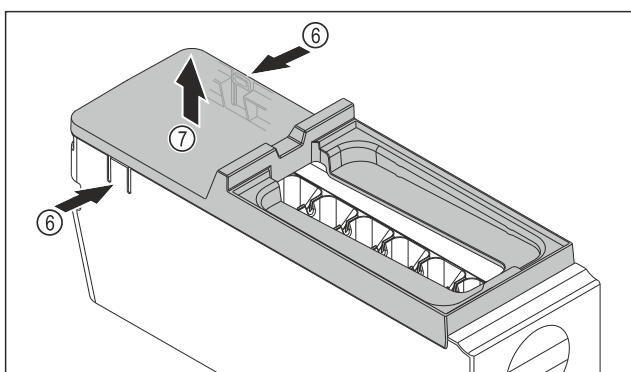

Fig. 146
- ▶ Retirer le couvercle du corps de l'EasyTwist-Ice : D'une main, pousser les languettes Fig. 146 (6) des deux côtés du corps de l'EasyTwist-Ice.
- ▶ De l'autre main, retirer le couvercle Fig. 146 (7) vers le haut.